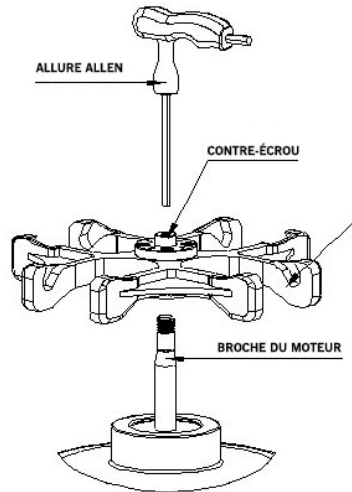

Figure 4 : Schéma d'installation du rotor
Les étapes de l'installation du rotor (comme indiqué à la figure 4) :
- Comme le montre la figure 4, préparez le rotor à utiliser. Tenez le rotor à deux mains, alignez le trou central du rotor avec l'arbre du moteur, placez-le verticalement et poussez-le jusqu'à la partie conique de l'arbre. Relâchez les deux mains et appuyez à nouveau sur le rotor avec les mains.